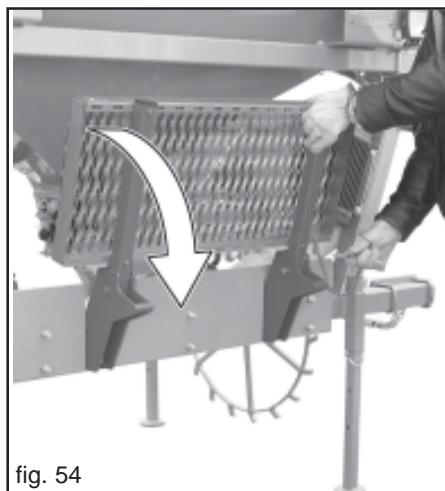

fig. 54
- 1) Appoggiare i piedini di sostegno della macchina a terra. Togliere il perno di fissaggio, quindi ribaltare in giù la pedana di ispezione (Fig. 54).